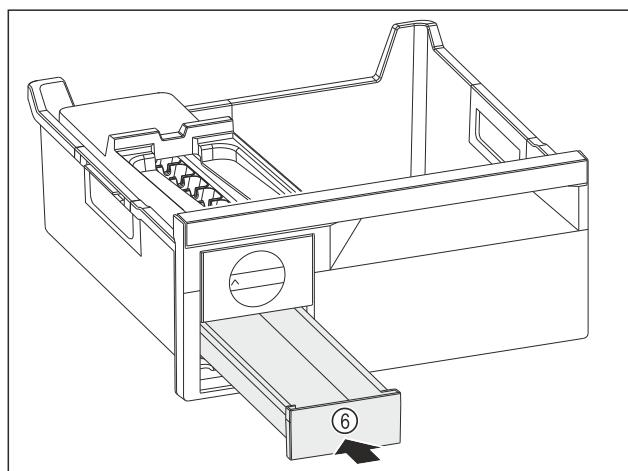

Fig. 80
- Montáž korpusu EasyTwist-Ice: Osi korpusu EasyTwist-Ice zasuňte do vedení Fig. 80 (4).
- Zatlačte korpus EasyTwist-Ice Fig. 80 (5) zozadu smerom nadol.